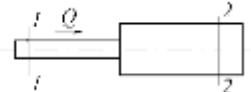

Рис. 3
- Определить потерю напора на внезапное расширение потока (рис. 3), если известны показания пьезометров $h_1 = 16 \text{ см}$, $h_2 = 30 \text{ см}$, диаметры $d_1 = 20 \text{ мм}$, $d_2 = 50 \text{ мм}$, расход $Q = 1 \text{ л}/\text{с}$.